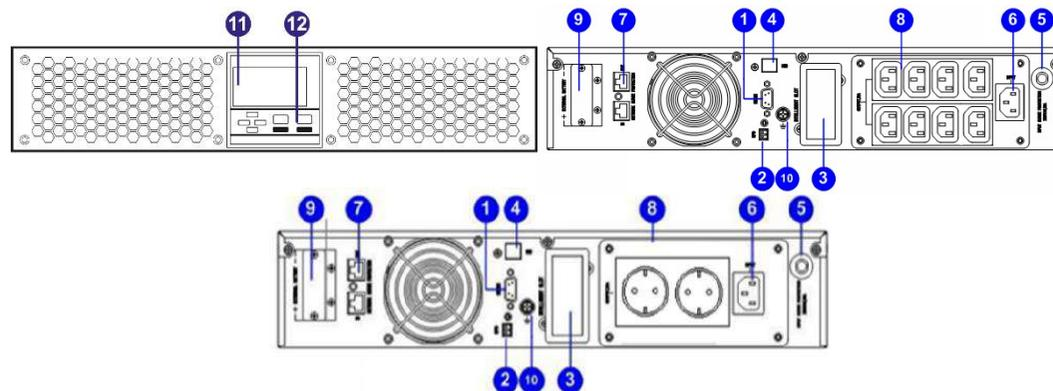

Рис.1
5.2.1 Подключение ИБП к сети осуществляется поставляемым в комплекте кабелем питания, во входной разъем (рис.1,2, п.6).